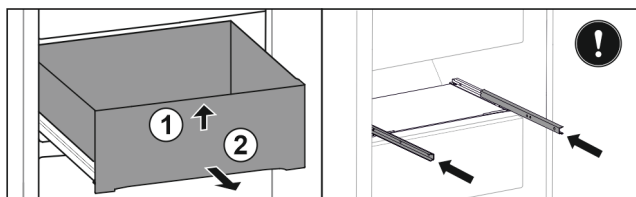

Fig. 134
- ▶ Sollevare il cassetto dal davanti. Fig. 134 (1)
- ▶ Rimuovere il cassetto tirandolo in avanti. Fig. 134 (2)